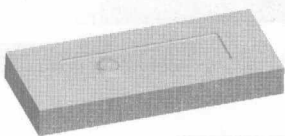

图 1.7 着色后的下半部分体积块
(1) 在系统 **为分割所选的模型量选取分型面。** 的提示下, 先将鼠标指针移至模型中主分型面的位置右击, 从快捷菜单中选取 **从列表中拾取** 命令。
(2) 在系统弹出的“从列表中拾取”对话框中, 单击列表中的 **面组:F7 (FS)**, 然后单击 **确定(Q)** 按钮。
(3) 单击“选取”对话框中的 **确定** 按钮。
Step5. 系统弹出“属性”对话框, 同时模型中的下半部分变亮, 在该对话框中单击 **着色** 按钮, 着色后的模型如图 1.7 所示。然后在对话框中输入名称 **lower_mold**, 单击 **确定** 按钮。